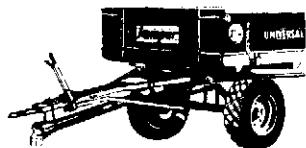

Abb. 2
20. Um die Gelenkwelle vor Verschmutzung zu schützen, wird sie mit der Kette an der Deichsel aufgehängt. (Abb. 2)
- 20) In order to protect the cardan shaft against dirt, it is hung on the tongue with the chain (Fig. 2).
20. Afin de préserver l'arbre de transmission des impuretés, l'accrocher à la flèche au moyen d'une chaîne. (fig. 2).